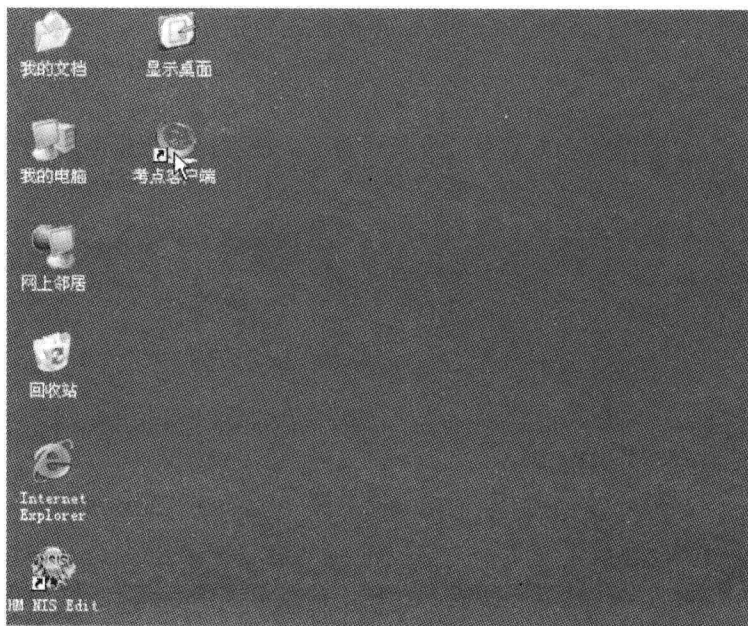

图1-4 启动考试程序
(1) 启动考试程序。点击桌面上的考点客户端图标, 启动考试程序, 如图1-4所示。